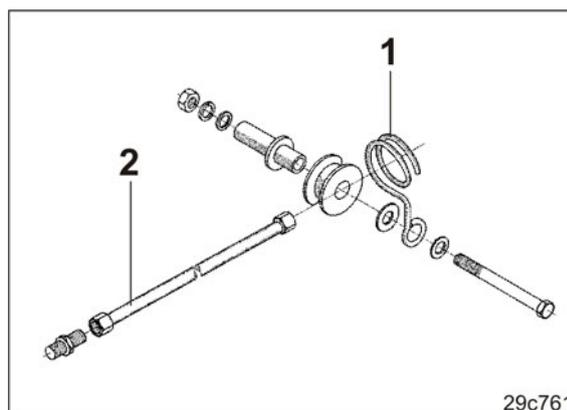
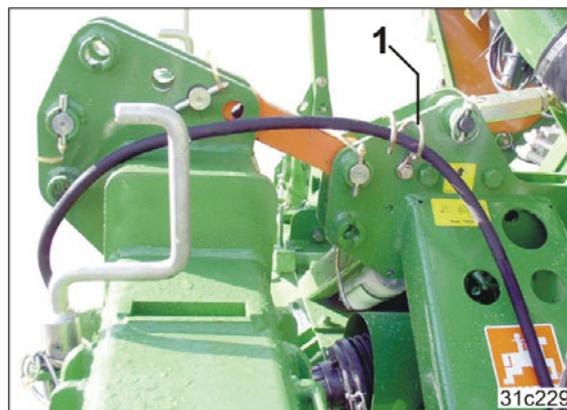

Fig. 16
Fig. 17
3. Fissare il supporto del tubo flessibile (Fig. 16/1) sulla torretta del rotocoltivatore/dell'erpice rotante (vedi Fig. 17).
4. I tubi idraulici della seminatrice, che vengono allacciati alle centraline di controllo del trattore, devono essere muniti di apposite prolunghe (Fig. 16/2).
5. I tubi idraulici e i cavi vanno agganciati al supporto (Fig. 17/1).